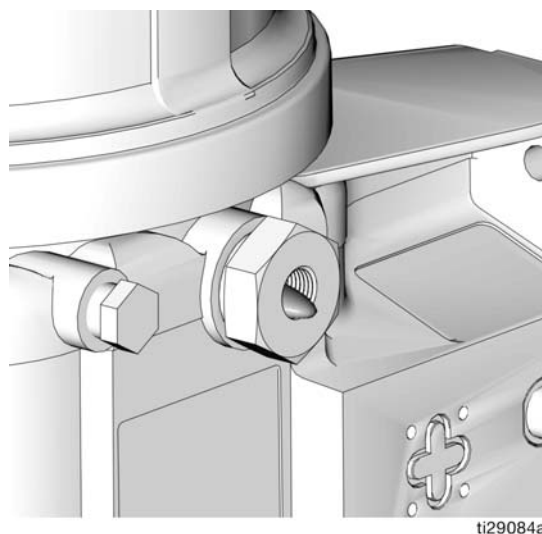

FIG. 27
2. Faire fonctionner la pompe uniquement jusqu'à ce que le lubrifiant sortant du raccord d'élément ne contienne plus d'air (FIG. 27).